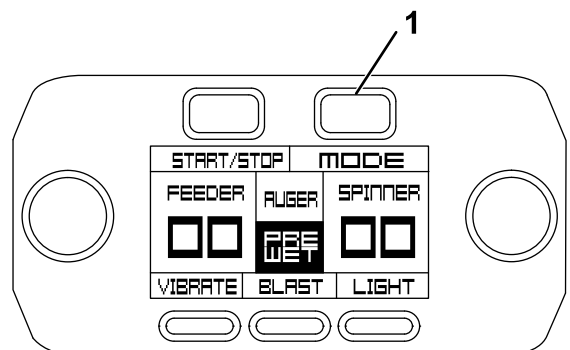

Bild 43
1. Die Durchflussgeschwindigkeit wird eingestellt, indem Sie die Taste „Mode“ [Betriebsart] auf dem Steuergerät betätigen (Bild 43).